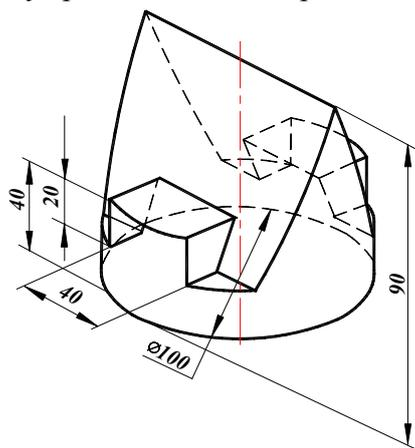

Рис. 5.1. Наочне зображення геометричного тіла
**Задано:** наочне зображення геометричного тіла (рис. 5.1, табл. 5.1).